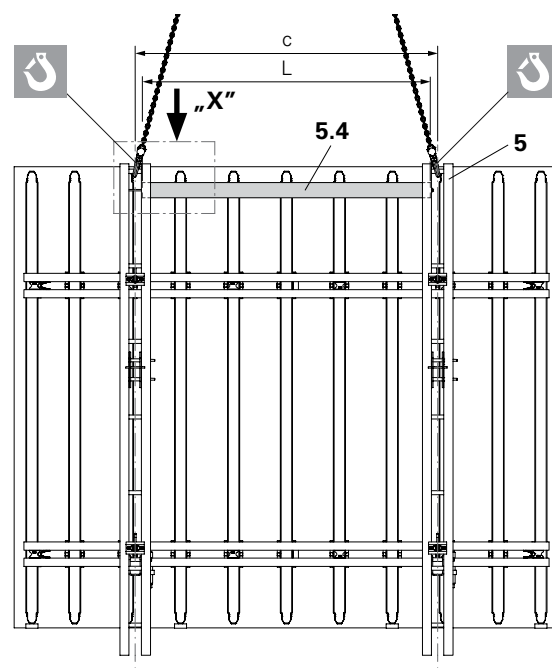

Fig. A3.02
7. Controllare la distanza tra le estremità inferiori dei correnti verticali (corrispondente alla distanza mensola c) e se necessario correggerla. (Fig. A3.02)
(Fig. A3.02 + A3.02a)